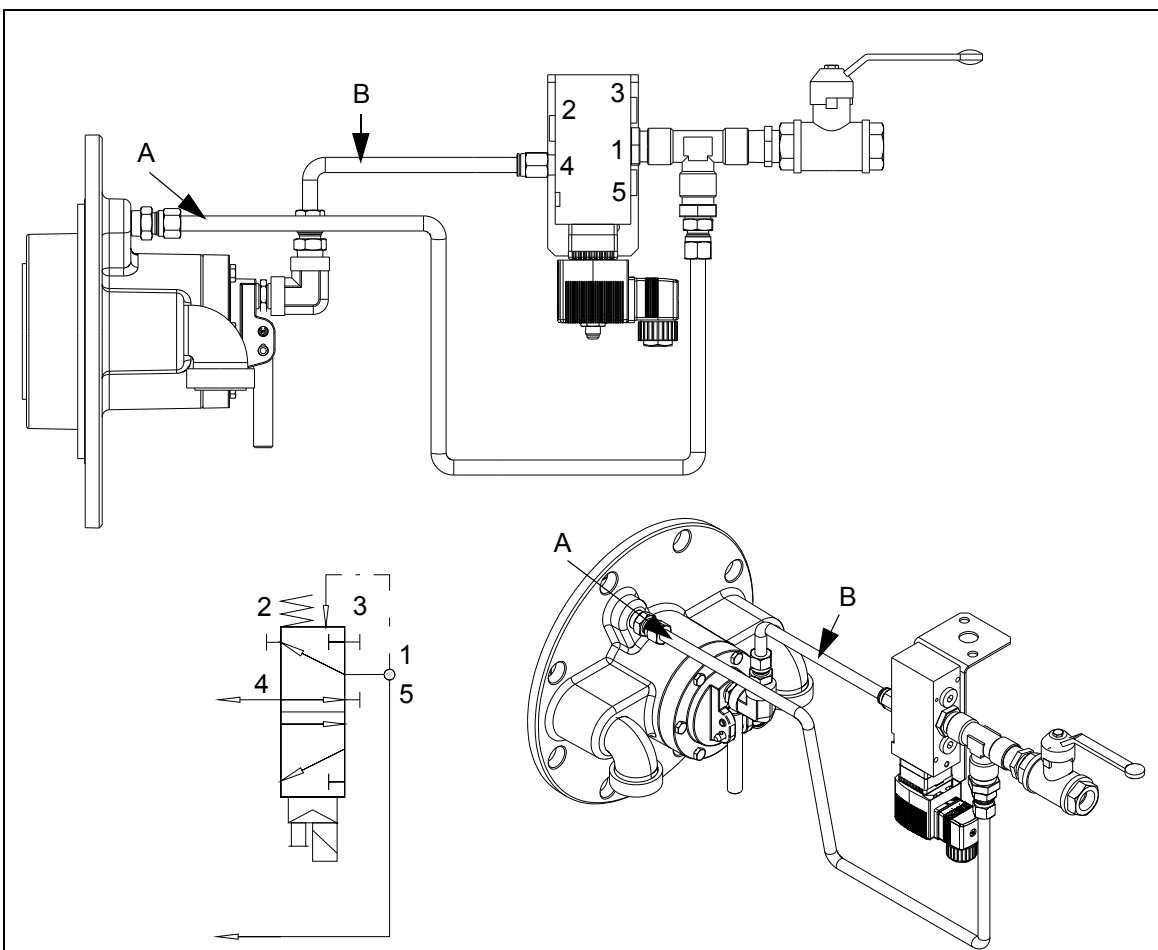

Fig. 4: Conexión neumática de una válvula de 5/2 vías - vista métrica ISO
1. Instalar el suministro de aire en la conexión (1 fig. 4,5) del lado trasero de la válvula magnética.
2. Instalar el conducto de llenado de la conexión (1 fig. 4,5) a la conexión (A fig. 4,5) de la válvula.
3. Instalar el conducto piloto de la conexión (4 fig. 4,5) de la válvula magnética a la conexión piloto (B fig. 4,5) de la válvula.
5. Opcionalmente, instalar un amortiguador del sonido en la conexión (5 fig. 4,5) del lado trasero de la válvula magnética.